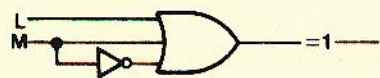

FIGURA 8-3
- $L + M + \bar{M} = L + 1 = 1$  (veja a figura 8-3). A porta OU de três entradas e o inversor, necessários para representar a expressão original, ficaram reduzidos a um